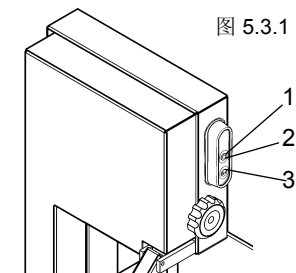

图 5.3.1
5.3 启动锯骨机 (图5.3.1)
5.4 停止锯骨机 (图5.3.1)